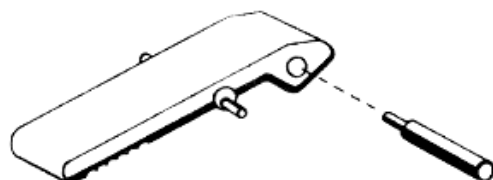
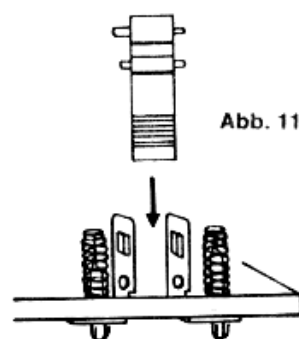

Abb. 10
Abb. 11
Diesen Schalter mußt du zusammensetzen. Stecke zunächst von innen die beiden Metallhalterungen für Tastschalter (31) durch die Vorderplatte. Setze sie von außen mit je einer Haarnadelfeder fest, die du durch die Löcher steckst. Bereite dann den Tastschalter vor, indem du den Messingkontaktstift (30) in das Loch des Schalters 29 steckst (Abb. 10). Diese Einheit klemmst du jetzt von innen in die Halterungen. Hierbei mußt du darauf achten, daß die geriffelte Seite nach oben zeigt. Stecke den Tastschalter so weit in die Halterungen, die du dabei auseinanderdrückst, daß die Kunststoffzapfen in den kleinen Löchern der Halterungen einrasten. Achte jetzt darauf, daß die Bördelungen der Halterungen fest in den Löchern der Vorderplatte sitzen (Abb. 11). Als letztes stecke von innen je eine Klemmfeder auf die Haarnadelfedern. Die Drähte am Schalter werden angeschlossen, indem du wie üblich die Klemmfedern niederdrückst und den Draht in die entstehende Öffnung steckst.